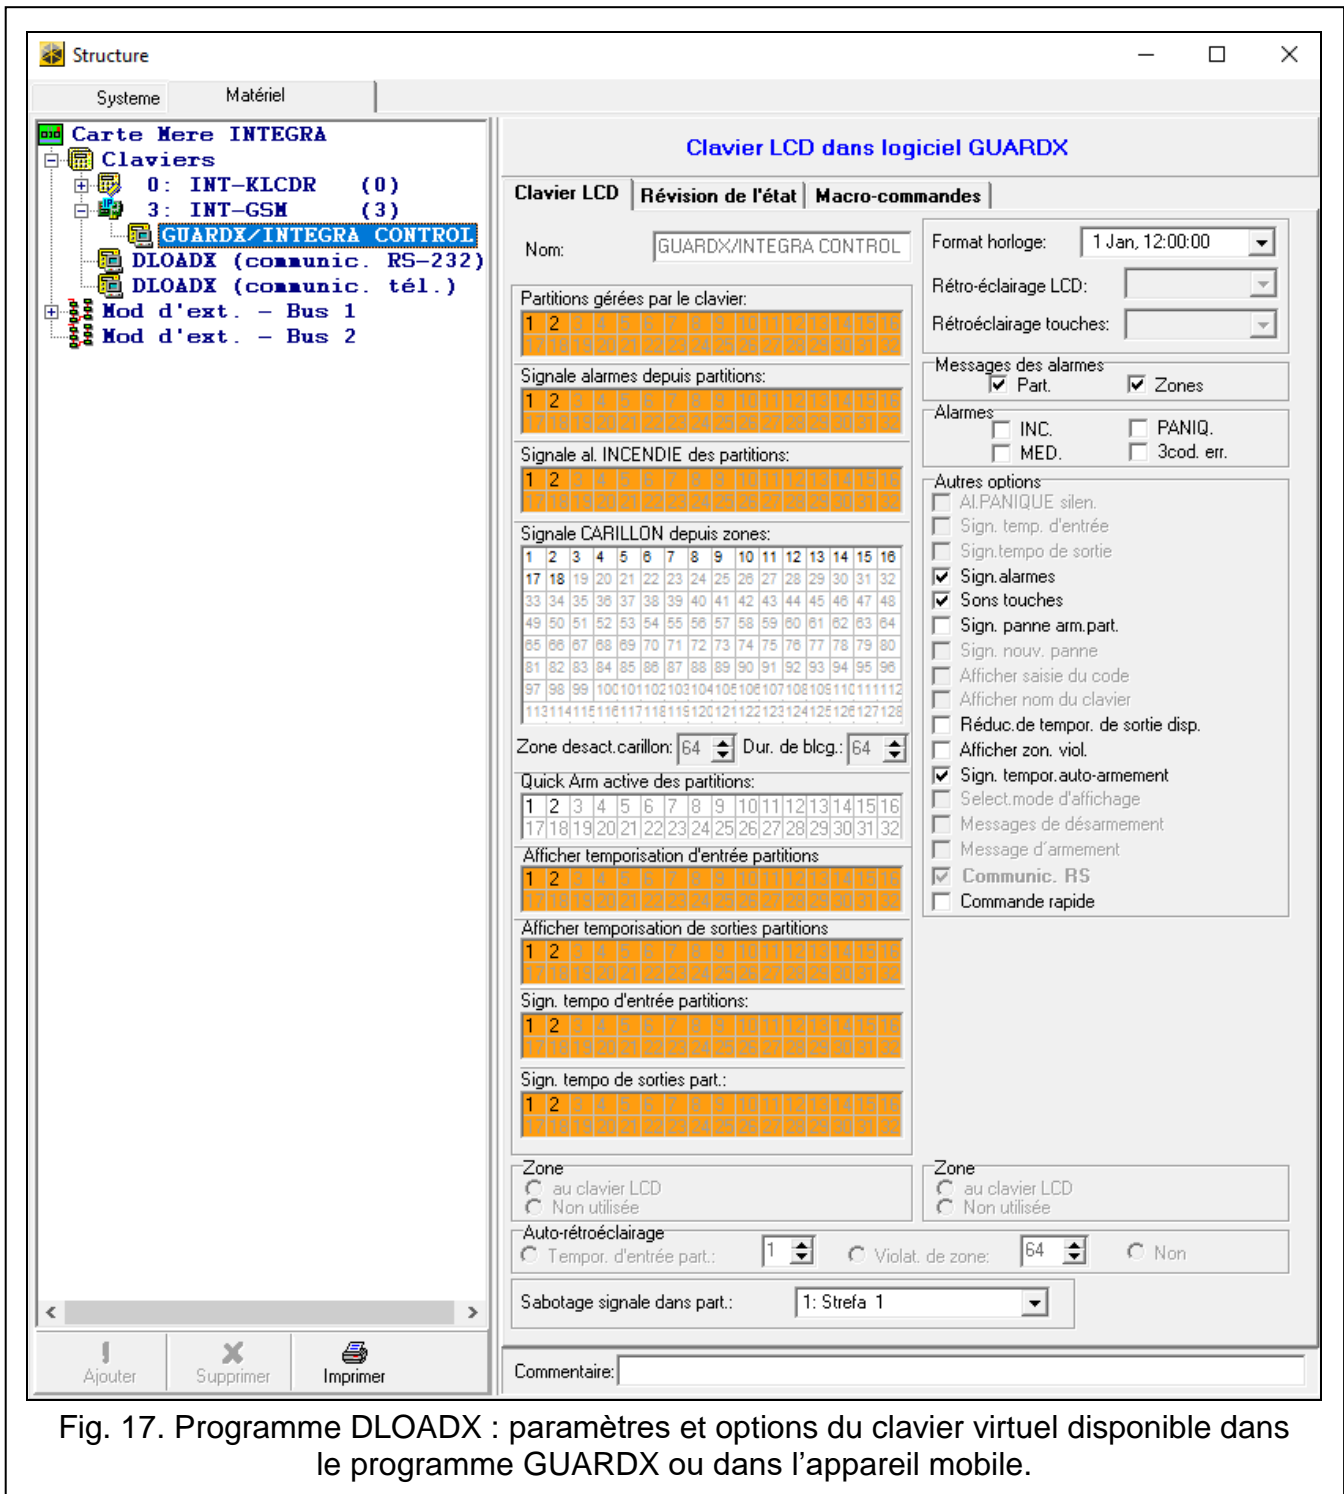

Fig. 17. Programme DLOADX : paramètres et options du clavier virtuel disponible dans le programme GUARDX ou dans l'appareil mobile.
- programme DLOADX : fenêtre « Structure » → onglet « Matériel » → branche « Claviers » → [nom du module] → branche « GUARDX/INTEGRA CONTROL » (fig. 17),